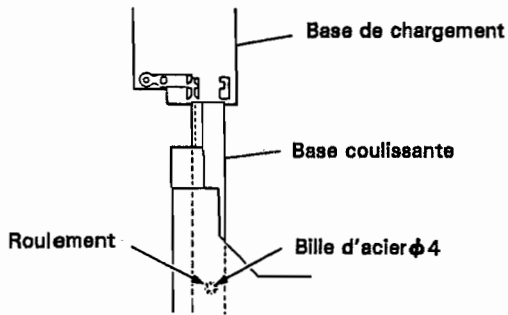
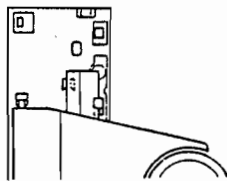

Figure 7-13
Figure 7-14
<p>Remonter le plateau du disque selon la procédure suivante après avoir terminé les réglages.</p> <ol style="list-style-type: none"> 1. Retirer le disque, puis l'entretoise. 2. Tout en relevant de la main droite la partie (B) du porte-attache dans la figure 7-4, tenir la partie (C) du plateau de la main gauche (tenir la bille d'acier Ø4 avec l'index gauche pour ne pas laisser tomber la bille), insérer le plateau tout en mettant la base coulissante dans la partie en plastique de la base de chargement, de la manière indiquée dans la figure 7-13. (Prendre soin à ne pas endommager le panneau avant lorsque son côté avant entre en contact avec le roulement de la base coulissante dans la section de la bille d'acier Ø4.) 3. Insérer la base coulissante dans les deux parties en plastique à l'arrière de la base de chargement (figure 7-14) 4. Insérer à fond le plateau.